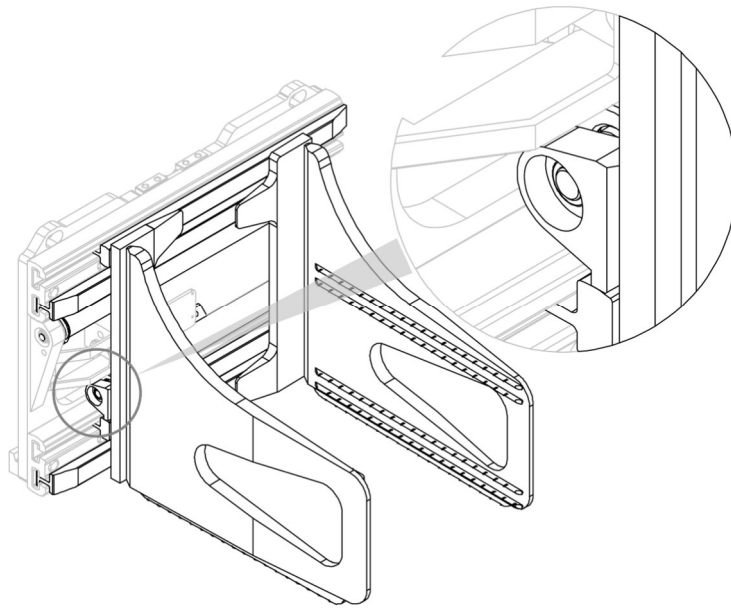
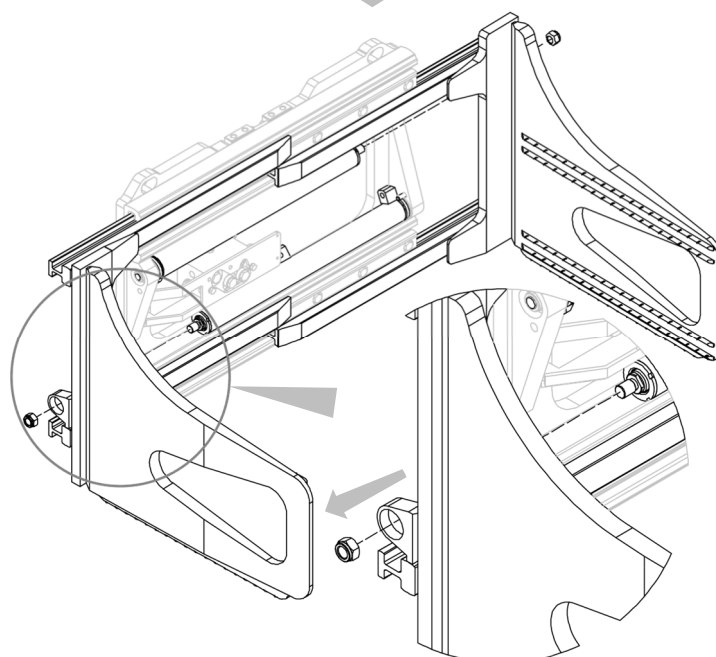

Figure 20
Figure 21
2. Retirer les fourches avec les mâchoires après avoir dévissé les écrous qui les relient aux vérins (voir *Figure 20* et *Figure 21*).